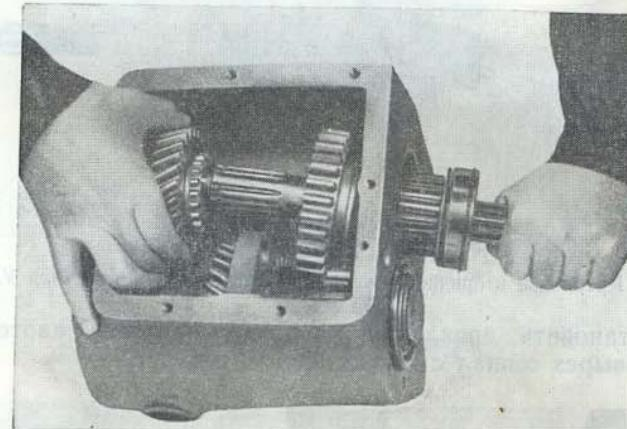

Рис. 93. Установка вторичного вала в коробку передач
5. Взять подсобранный вторичный вал, смазать жидким маслом шейки второй и третьей передач и, установив его сзади в верхнее отверстие картера, последовательно надеть на него шестерни первой и второй передач, шестернию третьей передачи с кольцом синхронизатора, упорную шайбу и синхронизатор в сборе (рис. 93).